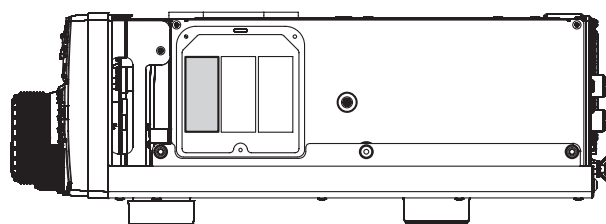

FIGURA 3
5. Refiérase a la Figura 3 para colocar el filtro de modo que sus conectores queden alineados con los pasadores de fijación en el tablero, luego ejerza presión sobre él hasta asegurarlo debidamente en su sitio.